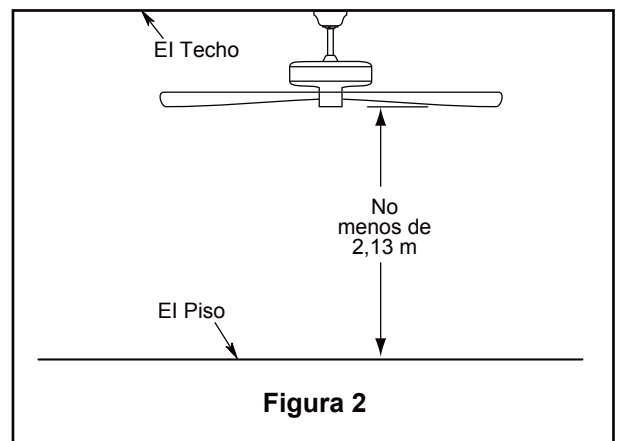

Figura 2
2. Extraiga una de los tornillos de hombro en el soporte del gancho y guarde los tornillos para pasos posteriores. Afloje el segundo tornillo de hombro sin extraiga completamente. (Figura 2)
Debe colgar el ventilador a una distancia mínima de 2,13 m desde las aspas hasta el piso. (Figura 2)